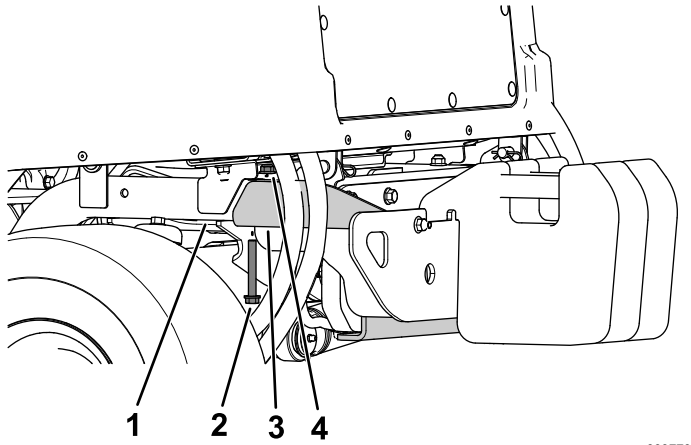

Figura 21
1. Remova o parafuso de cabeça flangeada ( $\frac{3}{8}$  x  $2\frac{3}{4}$  pol.) e porca flangeada ( $\frac{3}{8}$  pol.) que prendem o para-choques à estrutura do tubo traseiro em cada lado do para-choques (Figura 21).